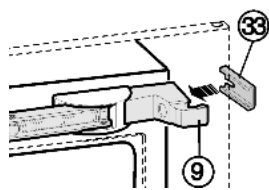

Fig. 26
- ▶ pièce d'écartement Fig. 26 (33) sur le support d'appui Fig. 26 (9) dans la zone de la fente.